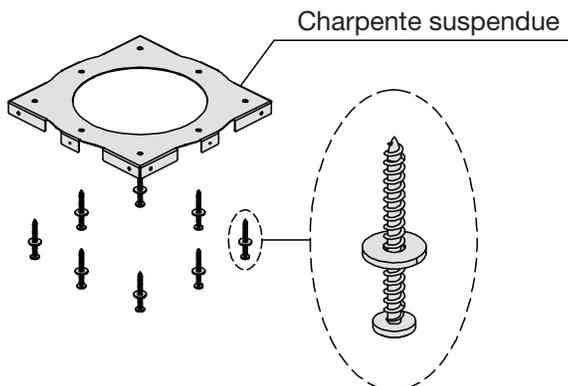

Figure 1
- Fixer la charpente suspendue à l'emplacement voulu et en vérifier la solidité pour l'installation. (Voir la figure 1.)